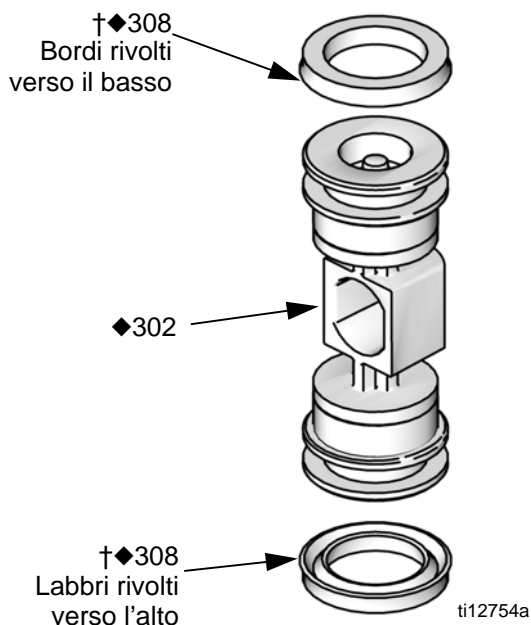

FIG. 14. Installazione della guarnizione a U della valvola dell'aria
2. Vedere FIG. 14. Lubrificare le guarnizioni a U (308†♦) e installare sul pistone (302♦) con i bordi rivolti verso il centro del pistone.